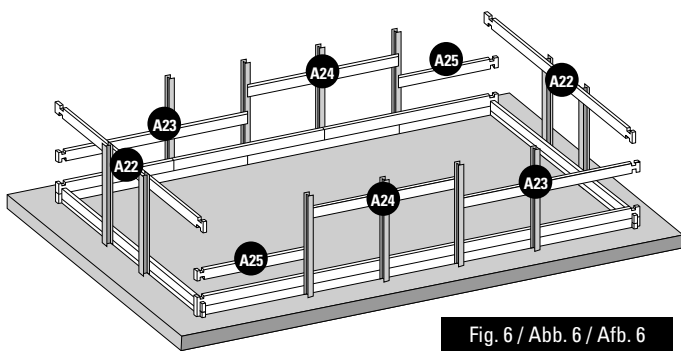

Fig. 6 / Abb. 6 / Afb. 6
- EN 3rd LAYER OF BOARDS:** Install the third layer of boards as shown in figure 6. The position of the refilling fitting with the key and the skimmer should be defined at the start of the assembly (read the specific paragraphs).
- FR 3^{ÈME} RANGÉE MADRIERS :** Positionnez les madriers de la 3^{ème} rangée conformément à la figure 6. Vous devez avoir déterminé l'emplacement de la buse de refoulement et du skimmer dès le début du montage (voir paragraphes spécifiques).
- DE 3. BRETTERREIHE:** Platzieren Sie die Bretter der dritten Reihe laut Abb. 6. Zu Beginn der Montage müssen Sie die Lage des Druckventils und des Skimmers festlegen (lesen Sie hierzu die entsprechenden Abschnitte).
- NL 3ª RIJ PLANKEN:** Plaats de planken van de derde rij zoals te zien is op afbeelding 6. U moet al bij aanvang van de montage bepalen op welke plaats het uitstroommondstuk en de skimmer moet komen (less de betreffende paragrafen).